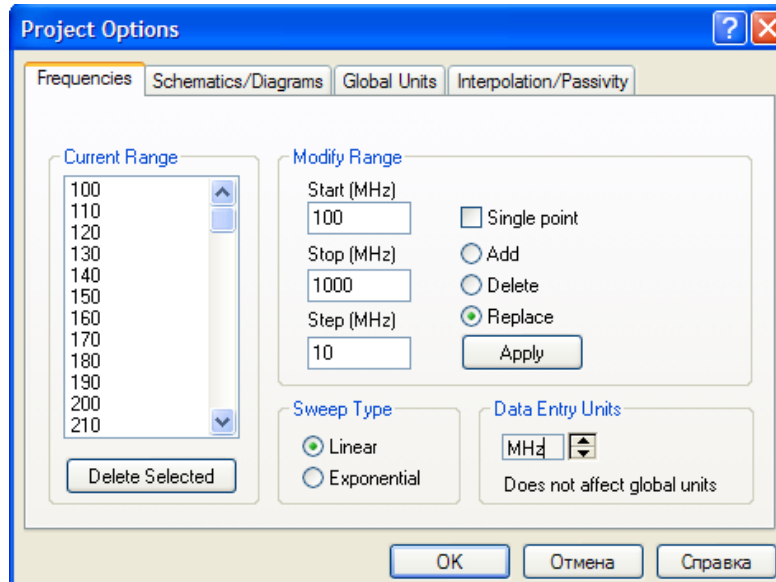

Рис. 1.8. Диалоговое окно для установки частоты моделирования
5.1.4. Задать частоты моделирования. Вызвать дерево проекта, дважды кликнув «Project Options» в дереве проекта. Откроется диалоговое окно. Кликнуть «Frequency Values». Заполнить окна Start – 100, Stop – 1000, Step – 10 и нажать «Apply». Частотный диапазон по шагам отразится в окне «Current Range». Нажать «OK» (рис. 1.8).